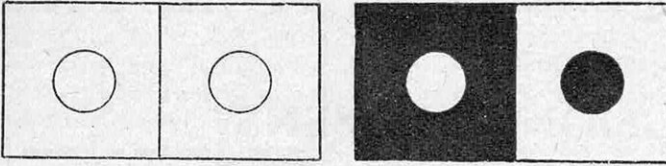
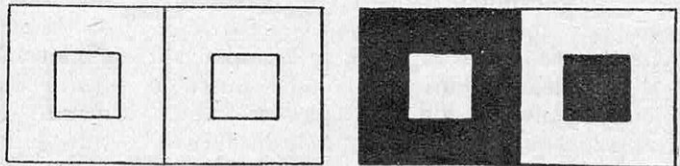

FIG. 1 ET 2. — EXEMPLE TYPIQUE D'ERREUR DANS L'ÉVALUATION DES DISTANCES PAR NOTRE ŒIL
FIG. 3 ET 4. — AUTRE EXEMPLE D'ERREUR COMMISE DANS L'ÉVALUATION DES DISTANCES
(1) Ainsi nommé parce que le calcul montre qu'il est proportionnel au « gradient des pressions » entre deux isobares.
N. D. L. R. — Les figures 1 et 2 sont extraites de la publication scientifique et technique du Ministère de l'Air : Contribution à l'étude du sol en atmosphère agitée, par PAUL DUPONT.
La figure 2 (à droite) est identique à la figure 1 (à gauche). Mais le cercle central est tantôt blanc sur fond noir, tantôt noir sur fond blanc. Le cercle blanc paraît, sur cette deuxième figure, notablement plus grand que le cercle noir.
Ces deux figures sont la réplique des figures 1 et 2. Les carrés de la figure 3 sont identiques deux à deux ; la figure 4 reproduit la figure 3, avec un pourtour noir ou avec un centre noir. Le carré blanc paraît notablement plus grand que le carré noir.
1° La figure 1 représente deux grands carrés contigus, identiques, à l'intérieur desquels ont été tracées deux petites circonférences, elles aussi identiques. Le même dessin est reproduit à droite (fig. 2) ; mais, dans un cas, le cercle est blanc sur fond noir ; dans l'autre, il est noir sur fond blanc ;
2° Les figures 3 et 4 montrent que l'effet est le même si la figure centrale est un carré. Ces quatre figures indiquent que les contrastes peuvent occasionner des erreurs notables dans l'évaluation directe des distances « au jugé » ;